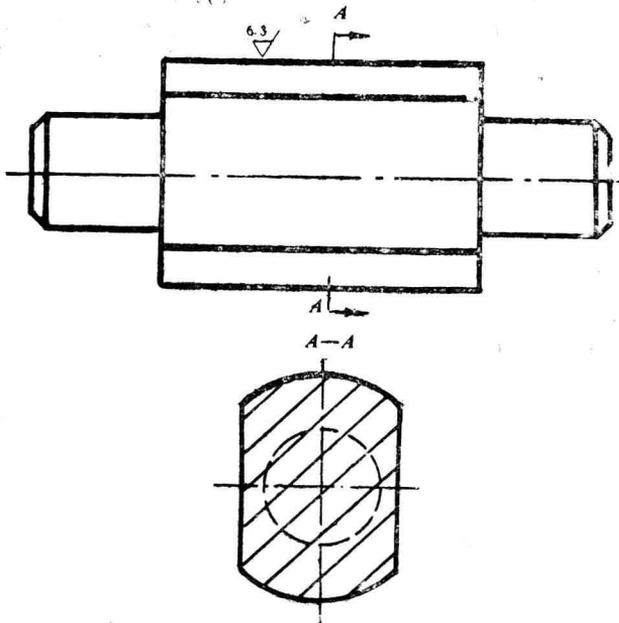

图8 断续外圆表面
2) 粗车如图8所示的，工件材料为QT70-2，HB231~304的断续外圆表面。